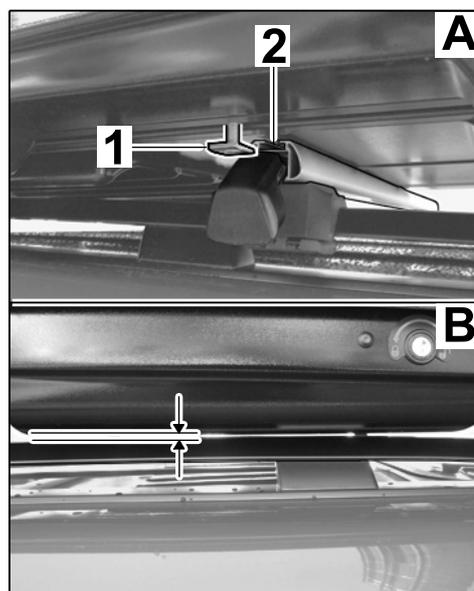

Bild 4
4.2 Verschlusskappe Dachtransportsystem (vorn / hinten) auf dieser Seite öffnen (⇒ Betriebsanleitung Fahrzeug, Kapitel 'Dachtransportsystem') und Dachbox 320 auf das Dachtransportsystem absetzen (⇒ Bild 4).
4.3 Position des nächstgelegenen Nutensteines (T-Bolzen M8 x 55) zur Nut im Träger Dachtransportsystem prüfen und ggf. ausrichten (⇒ Bild 4-A-).
Bei Montage auf ausreichenden Abstand zwischen Boden der Dachbox zum Fahrzeugdach / zur Oberkante Dachreling (⇒ Bild 4-B-) achten! Dachbox gegebenenfalls neu zu den Tragstäben positionieren.